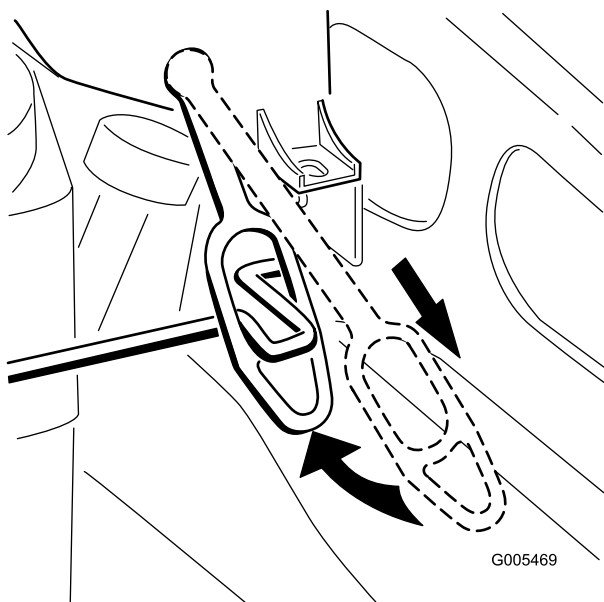

Figura 7
2. Tire hacia abajo de las correas de retención y engánchelas en la parte curva de cada varilla de la cubierta (Figura 7) para sujetar la cubierta.
1. Para retirar la cubierta del motor, tire hacia abajo y hacia adelante de las correas de retención para desengancharlas de la varilla de la cubierta (Figura 7). Levante la cubierta.
3. Tire hacia abajo de las correas de retención y engánchelas en la parte curva de cada varilla de la cubierta (Figura 7) para sujetar la cubierta.